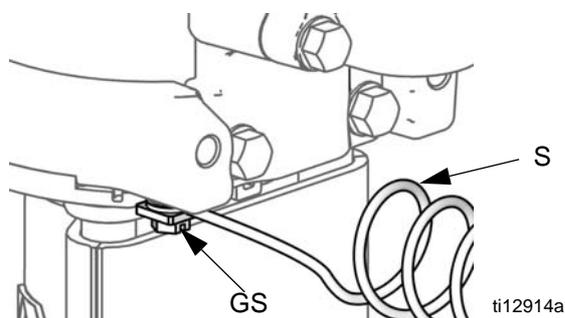

FIG. 4. Messa a terra della pompa
**Pompa:** vedere FIG. 4. Verificare che la vite di terra (GS) sia fissata e avvitata saldamente al motore pneumatico. Collegare l'altra estremità del filo di terra (S) a una presa di terra efficace.